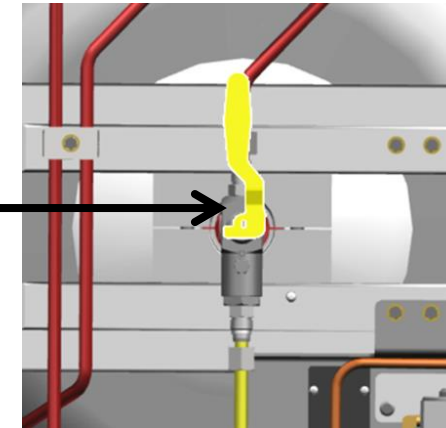

figura 1
3. Apagando la válvula tipo válvula de bola (CIERRE), gire la manija de la válvula en el sentido de las manecillas del reloj hasta que la manija deje de girar. Encendiendo la válvula tipo válvula de bola (APERTURA), gire la manija de la válvula en sentido contrario a las agujas del reloj hasta que la manija deje de girar. (Figura 1 y 2)